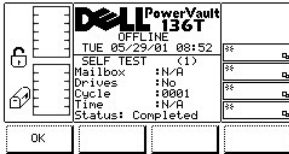

Figure 115. Service > Library > Exercice > Self Test > Dialogue Self Test Execution
- 1 Si la touche de fonction **OK** est enfoncée, les valeurs du champ sont appliquées et la fonction Demo est lancée. Reportez-vous à la Figure 115.
Une fois les cycles terminés, les résultats des tests s'affichent. Reportez-vous à la Figure 115.